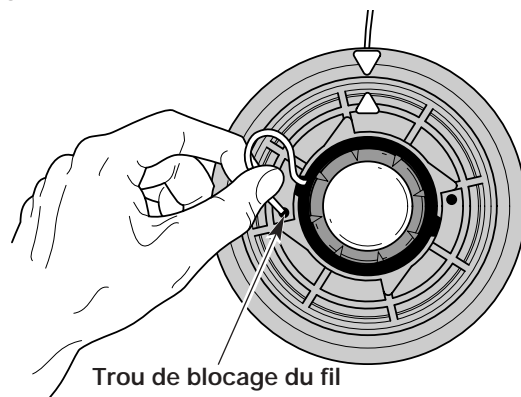

Fig. 43
5. Insérez le fil dans le trou de blocage. N'enfoncez pas le fil de plus de 12,7 mm (1/2 po) dans le trou. S'il est inséré correctement, le fil forme une petite boucle (Fig. 43).